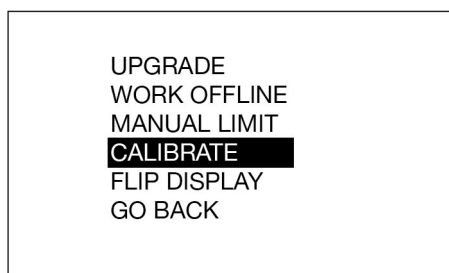
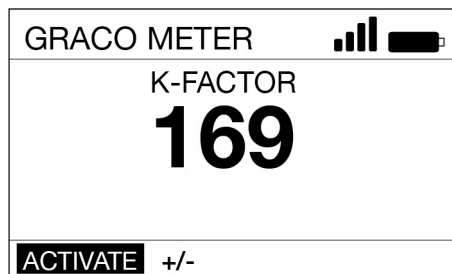

FIG. 20
Fig. 21
4. Selezionare l'opzione CALIBRATE (Calibrazione) (Fig. 20) per visualizzare la schermata del fattore K illustrata in Fig. 21.
5. Selezionare **ACTIVATE** (Attiva) e premere il pulsante **INVIO** per iniziare la calibrazione della valvola di erogazione con misuratore (Fig. 21).
6. Erogare esattamente un (1) quarto o un (1) litro di fluido in una beuta volumetrica calibrata pulita.